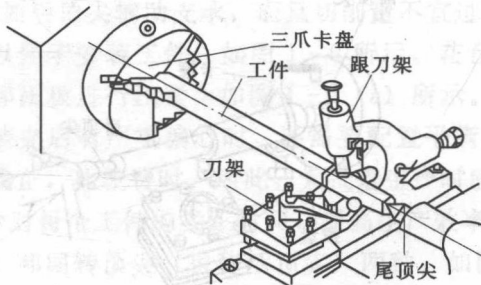

图 1-17 跟刀架的应用
2) 跟刀架。使用时安装在大拖板上,能跟随大拖板做纵向移动,其两个爪支承于已加工表面,能平衡切削力,增强工件的刚性,以减轻工件的弯曲变形和振动,如图 1-17 所示。